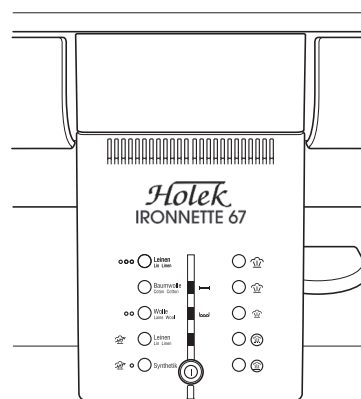

Fig. 1
- Das Abwickel-Programm ist aktiviert und wird angezeigt (Fig. 1).